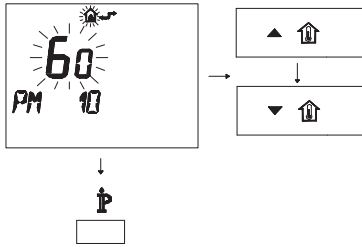

Fig. 5.89
- Per modificare il SET programmato agire sui pulsanti **▲** **IP** o **▼** **IP** e aspettare che il numero programmato cominci a lampeggiare (Fig. 5.89).